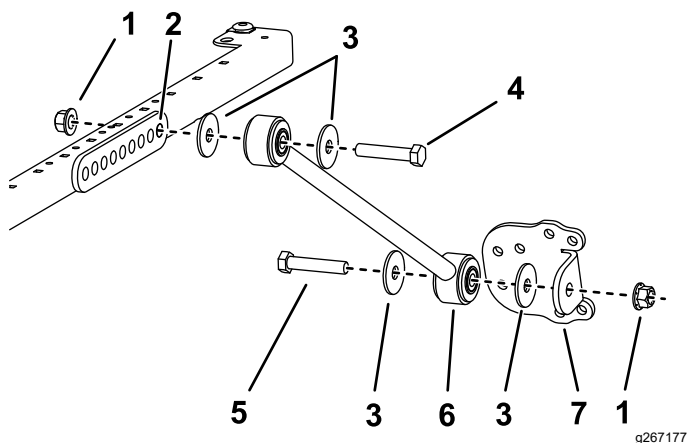

Bild 33
- Modelle 03820, 03821, 30604, 30605, 30608 und 30609: Befestigen Sie eine Strebe an jeder Seite des Sonnendachrahmens mit einer Schraube ($\frac{1}{2}$ " x $2\frac{1}{2}$ "), einer Scheibe ($\frac{1}{2}$ ") und einer Bundmutter ($\frac{1}{2}$ ") lose im **hinteren** Loch der Strebenhalterung, wie in Bild 33 abgebildet.
11. Befestigen Sie eine Strebenhalterung mit einer Schraube ($\frac{1}{2}$ " x $2\frac{1}{2}$ "), einer Scheibe ($\frac{1}{2}$ ") und einer Bundmutter ($\frac{1}{2}$ ") an jeder Strebe, wie in Bild 33 abgebildet.